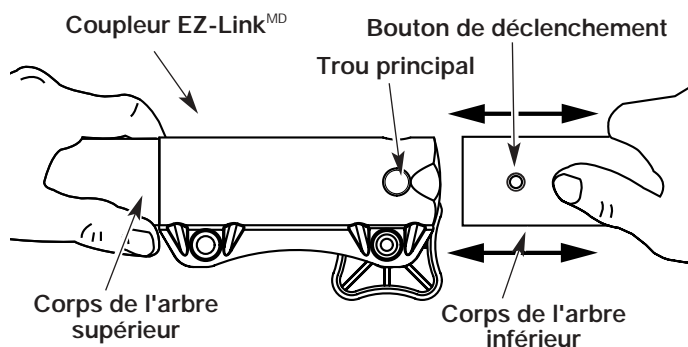

Fig. 7
2. Tenez fermement l'accessoire et enfoncez-le tout droit dans le coupleur EZ-LinkMD (Fig. 7).